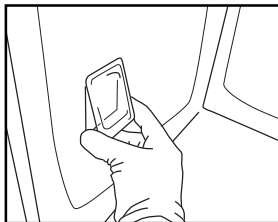

Fig. 9
5. Reposez le cache de l'ampoule en l'enfonçant jusqu'à ce qu'il s'enclipses (Fig. 9).